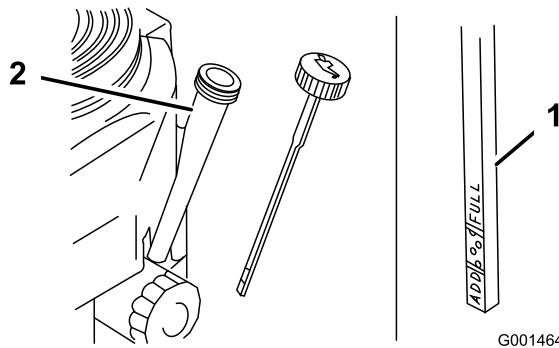

Figura 26
4. Limpie alrededor de la varilla de aceite (Figura 26) para impedir que caiga suciedad por el orificio de llenado y cause daños en el motor.
5. Desenrosque la varilla de aceite y límpie el extremo (Figura 26).
6. Deslice la varilla a fondo en el tubo de llenado, pero no la enrosque en el tubo (Figura 26).
8. Vierta lentamente un 80% aproximadamente de la cantidad especificada de aceite por el tubo de llenado (Figura 26).